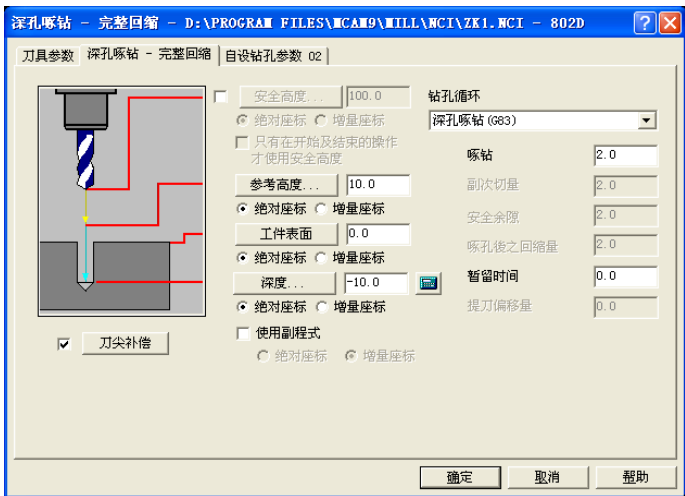

图 1-40 钻孔参数
4) 在“深孔啄钻—完整回缩”选项卡中选择“深孔啄钻(G83)”，输入工件表面：0.0、深度：-10.0，勾选“刀尖补偿”，其余默认，单击“确定”退出，如图 1-40 所示。